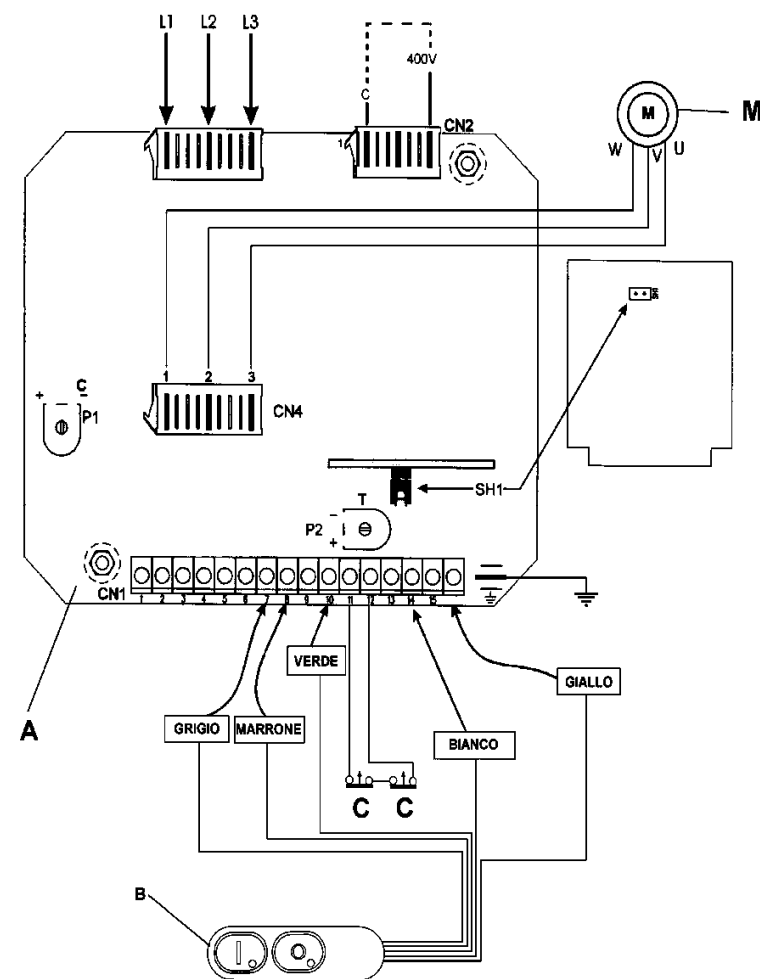

Fig. 2.6.1
2.6.1 Schéma électrique triphasé à 400V (Fig. 2.6.1)